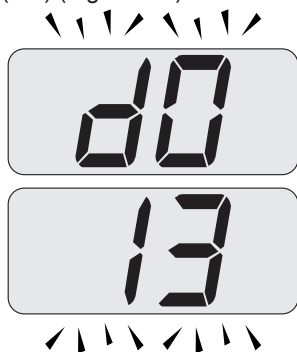

Figura 3.2
Premere contemporaneamente i tasti 15 e 17 per accedere al menù "INFO" (informazioni). Sul display verrà visualizzato il valore indice "d0" alternativamente al valore di pressione "13" (1,3 bar). Il numero, indicante la pressione, è visualizzato senza punto decimale mentre la lettera, indica l'unità di misura (bar) (Figura 3.2).
3.1 posto sotto la caldaia e verificate contemporaneamente la pressione del circuito riscaldamento sul display. La pressione dovrà essere compresa tra un valore di 1 bar, 1,5 bar (es. 1,3 bar in Figura 3.2). Ad operazione effettuata, richiudete il rubinetto di riempimento e sfiatate eventualmente l'aria presente nei radiatori.